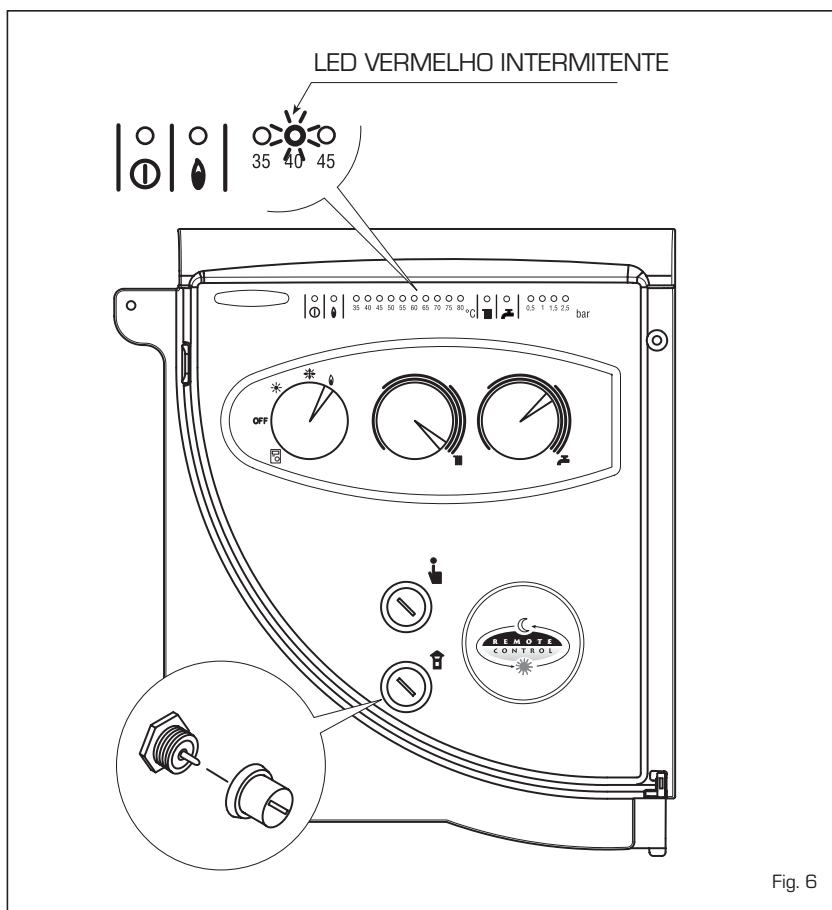

Fig. 6
– **Intervenção do dispositivo de segurança dos fumos** (fig. 6)